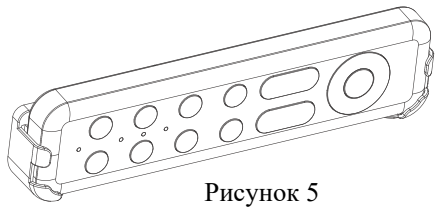
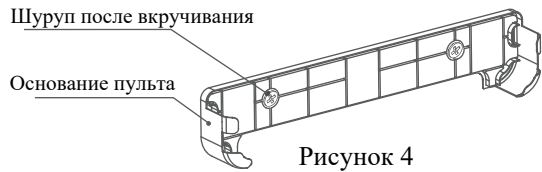

Рисунок 5
Рисунок 4
- 3. После завершения установки основания установите пульт в основание, как показано на рисунке. (см. рис. 5)
- 3. После завершения установки основания (см. рис. 4) поместите пульт в основание, как показано на рисунке. (см. рис. 5)